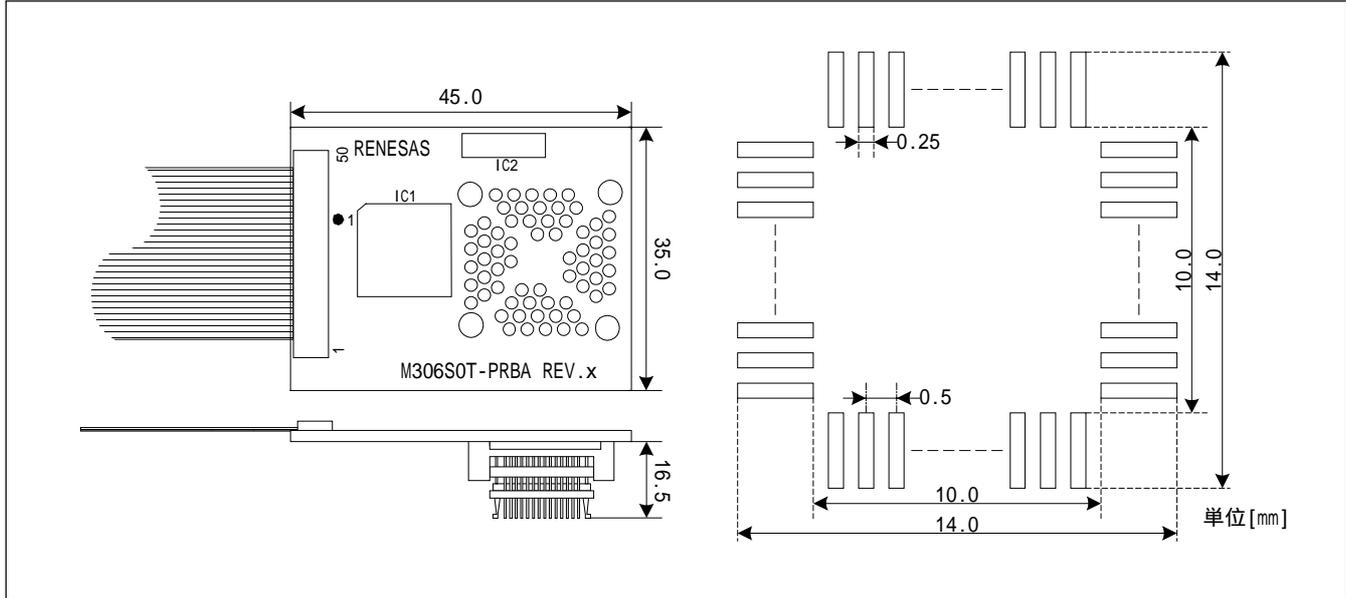

図6.1 ターゲット接続部の寸法図および参考フットパターン
6. ターゲット接続部の寸法図および参考フットパターン (図6.1参照)